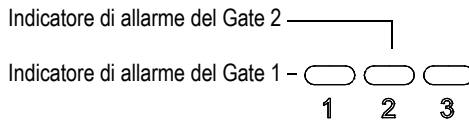

Figura 3-12 Indicatori di allarme del Gate 1 e del Gate 2
- Uno dei due indicatori di allarme (LED) si illumina sul pannello frontale dello strumento (vedere Figura 3-12 a pagina 84).